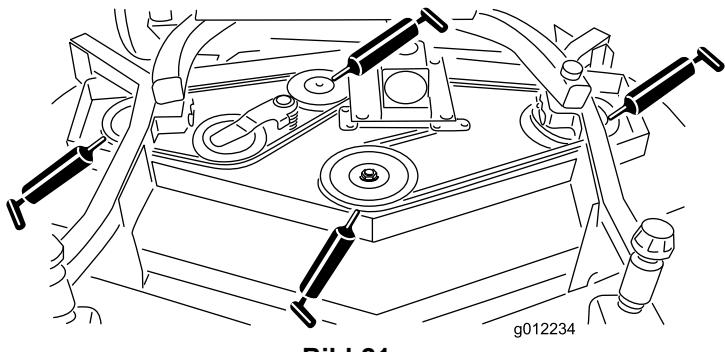

Bild 21
- Spindelwellenlager (3) (unter der Riemscheibe) (Bild 21)
- Lager der Spannarmwelle (Bild 21)